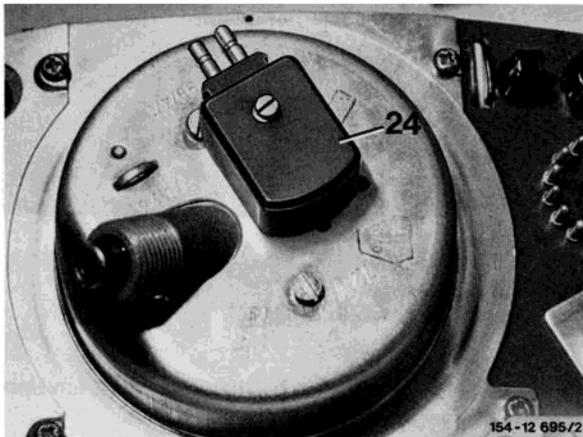

Bild 8
**25** Bei den Typen mit Motor 110.984 Geber am Kombi-Instrument anschrauben (Bild 8).